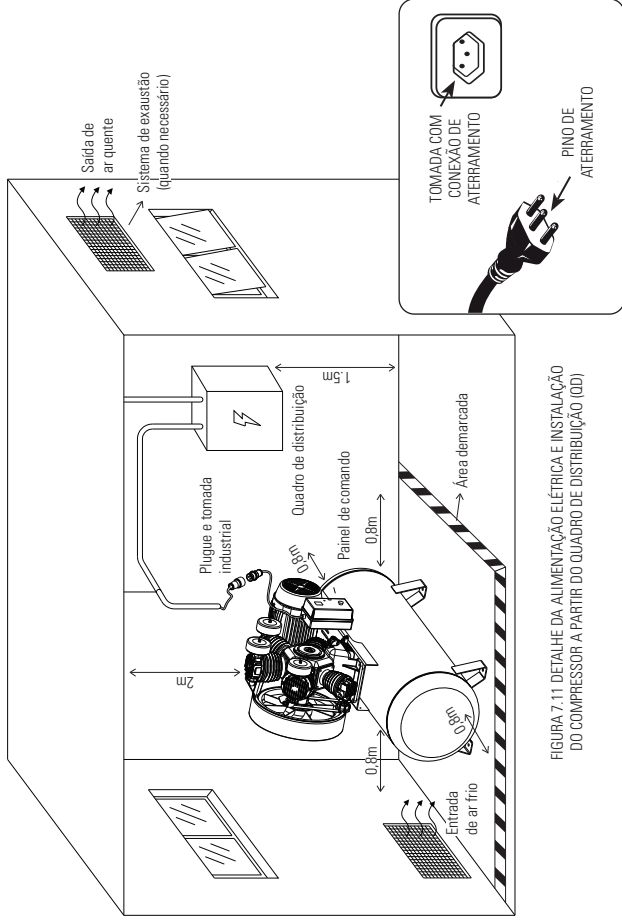

FIGURA 7.11 DETALHE DA ALIMENTAÇÃO ELÉTRICA E INSTALAÇÃO DO COMPRESSOR A PARTIR DO QUADRO DE DISTRIBUIÇÃO (QD)
- A temperatura ambiente máxima recomendada para trabalho é de 40 °C e mínima 5 °C. Instale um sistema de exaustão se necessário (Figura 7.11).
Observe um afastamento mínimo de 0,8 m de qualquer parede ou obstáculo e uma altura mínima de 2 m, a fim de garantir uma boa ventilação durante o funcionamento e facilitar eventuais manutenções. Demarque uma área em volta do compressor para alertar e prevenir colisões com o equipamento (Figura 7.11).